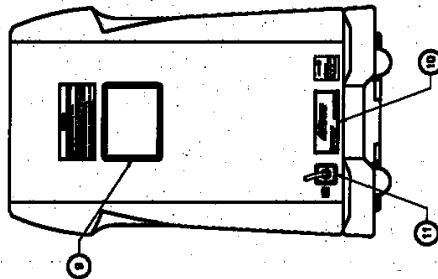

Fig. 1.2
I. 2. Achterzijde (Fig. 1.2) 3-NL